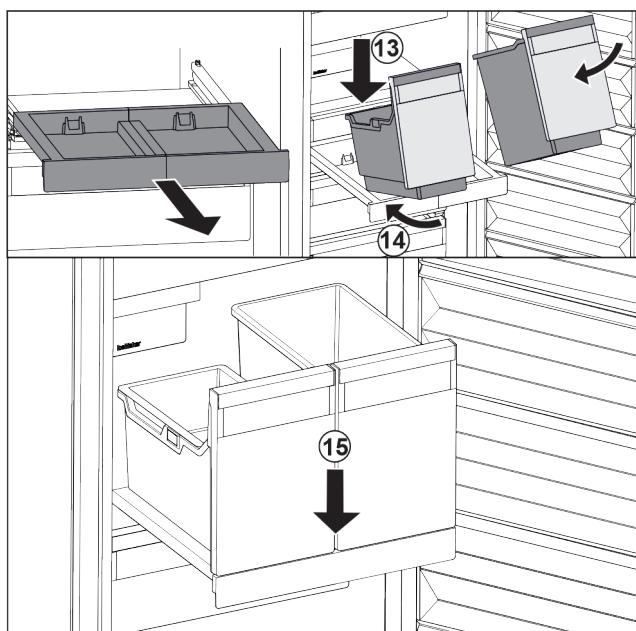

Fig. 105
- ▶ Поставете съда под ъгъл върху изтеглящата се дъска. Fig. 105 (13)
- ▶ Вкарайте съда под ъгъл назад. Fig. 105 (14)
- ▶ Спуснете съда отпред. Fig. 105 (15)